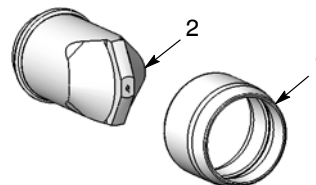

Bild 21 Munstycke och fästhylsa
2. Se bild 21. Skruva av munstycket (2) från fästhylsan (1).